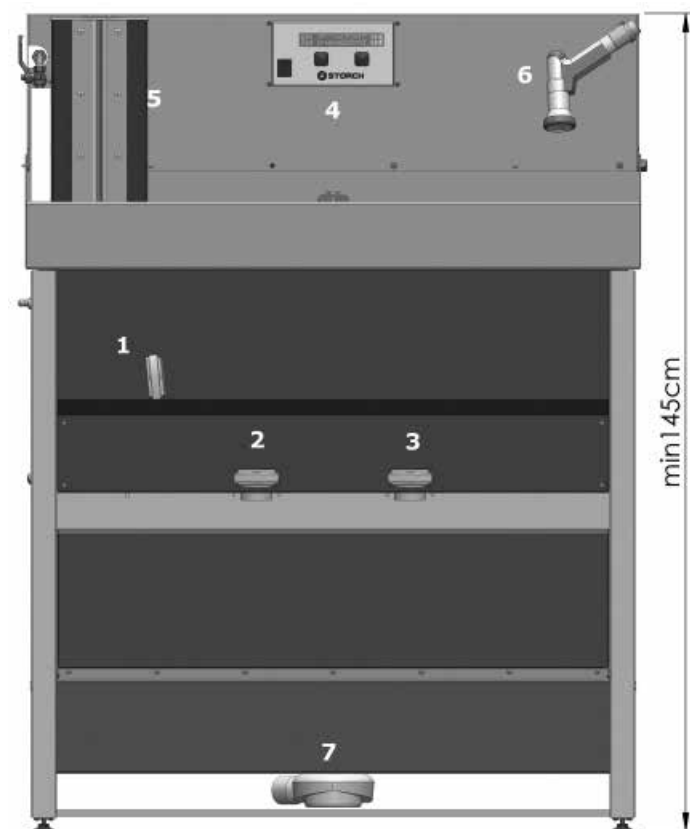

Fig. 1
Dopo l'avvenuto posizionamento dell'impianto, collegare lo scarico (7) incluso nella fornitura Fig. 1, 2 al condotto di scarico dato. Altezza dello scarico dato mass. 100 mm
- nella fornitura (6) Fig. 1
- Pulire rulli in TurboWash (articoli compresi nella fornitura del ColorFree TOP Set) (5) Fig. 1, 2, 5, 6
- Accendere l'impianto all'interruttore on / off (4) Fig. 1
Ciò può accadere in caso di livello dell'acqua troppo basso nel bacino di reazione. In tal caso si aggiunge dell'aria durante il procedimento di flocculazione che è la causa della spinta ascensionale dei fiocchi. In questa situazione, aprire dopo la flocculazione non lo scarico per l'acqua pulita (1) Fig 1, ma azionare semplicemente il processo „Acqua scaricata“ ed aprire direttamente lo scarico (2) Fig. 1 o (3) Fig. 1, a secondo da quello che viene visualizzato dai comandi.